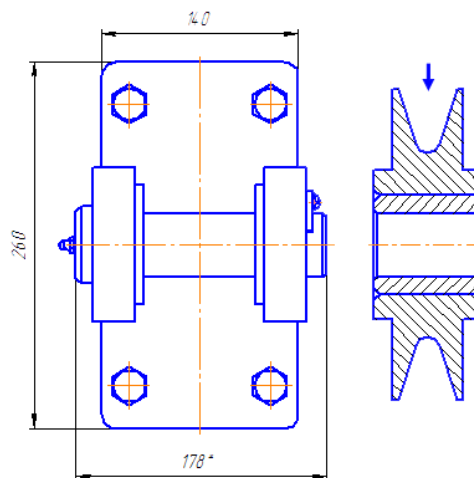

Рисунок 4.
- Временно поместите копию Ролика на пустое место справа от вида Блока (рис. 4).